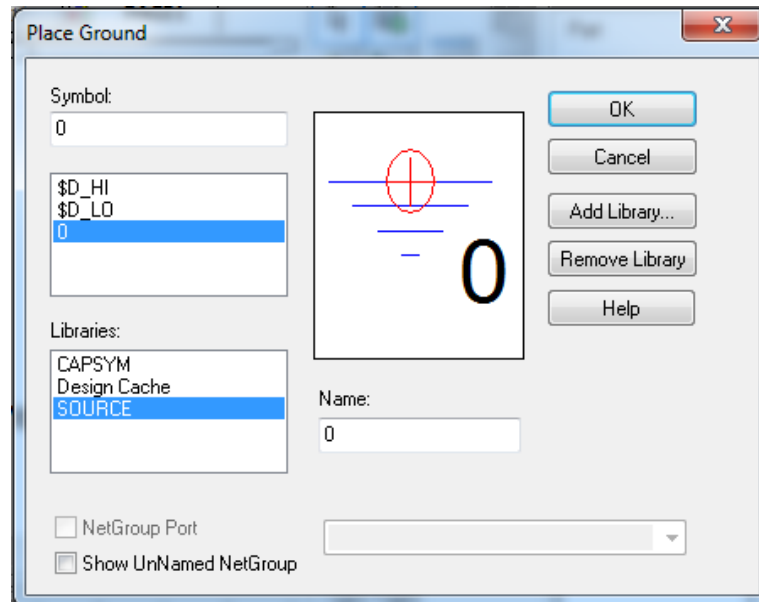

Рисунок 1.11 – Меню додання в схему «землі»
6. Ще потрібно в схему додати точку з'єднання із «землею», для цього потрібно натиснути клавішу *Place Ground* і в меню з бібліотеки *Source.olb* вибрати тип «0», і додати його в схему (рис. 1.11).